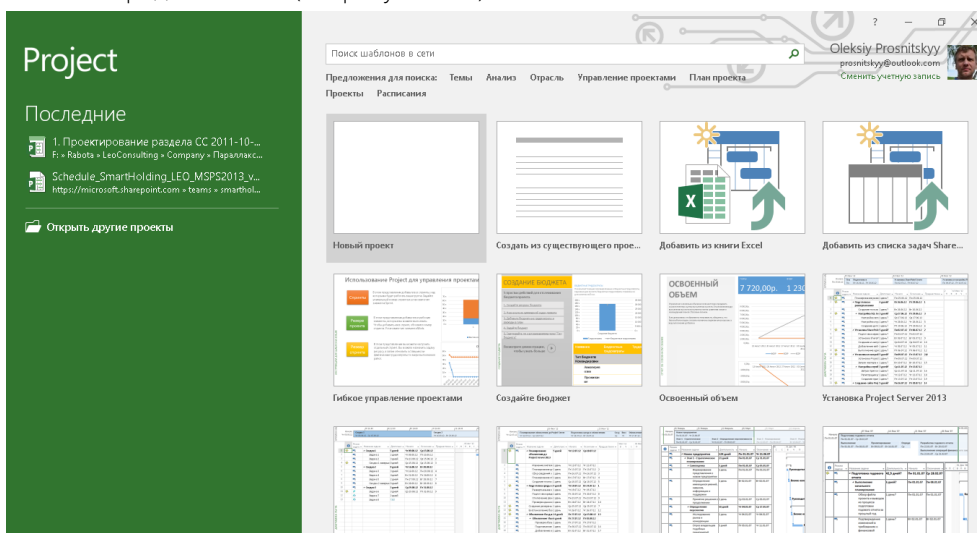

Рисунок 3.4 – Стартовая страница
5. Выбрать опцию стартового окна Microsoft Project 2016. С установленной галочкой будет открываться окно со стартовой страницы. Без установленной галочки будет сразу открываться выбранное по умолчанию представление (см. рисунок 3.4).